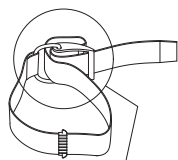
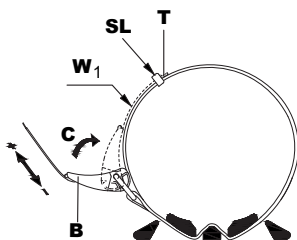

Abb. 2-4
Abb. 2-7
1. Drehen Sie den Spannbügel, bis er in offener Position einrastet. Schieben Sie das Band wie abgebildet (Abb. 2-4) in die Kunststoffschnalle. Durchnässen Sie das Band bevor Sie es am Tank festklemmen und stellen Sie die Länge ein (Abb. 2-7).
3. Schließen Sie den Spannbügel (C) (Abb. 2-7). Wenn das Band zu straff oder zu lose ist, öffnen Sie das Klettband und den Spannbügel, um die Länge (Abb. 2-5) des Schnellabwurfbands (W1) anzupassen. Führen Sie für zusätzliche Sicherheit die Schlaufe (SL) (Abb. 2-5) um das Bandende (T). Verwenden Sie bei Tarierjackets mit harten Rückentragen zum Hochheben der Einheit mit befestigtem Tank den Griff der Rückentrage.